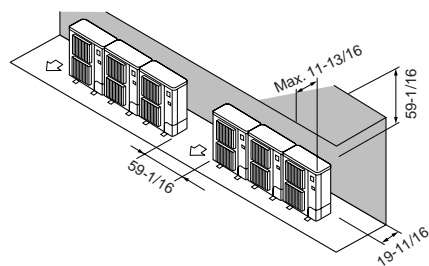

Fig. 2-9
- ② Obstacles uniquement à l'arrière et au-dessus (Fig. 2-9)